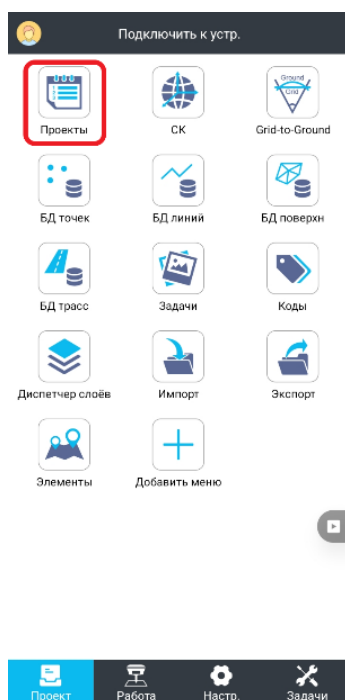

Рисунок 3.2.13
1. **Создайте новый или откройте существующий проект в меню Проекты** (Рисунок 3.2.13).